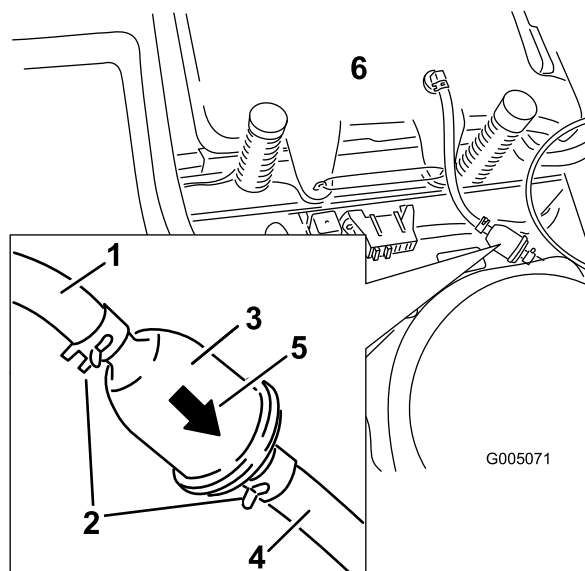

Bild 33
4. Drücken Sie die Enden der Schlauchklemmen zusammen und schieben Sie sie vom Filter weg (Bild 33).
6. Setzen Sie einen neuen Filter ein. Der Pfeil für die Flussrichtung muss vom Kraftstofftank zum Motor zeigen. Schieben Sie die Schlauchklemmen eng an den Filter (Bild 33), um ihn zu befestigen.